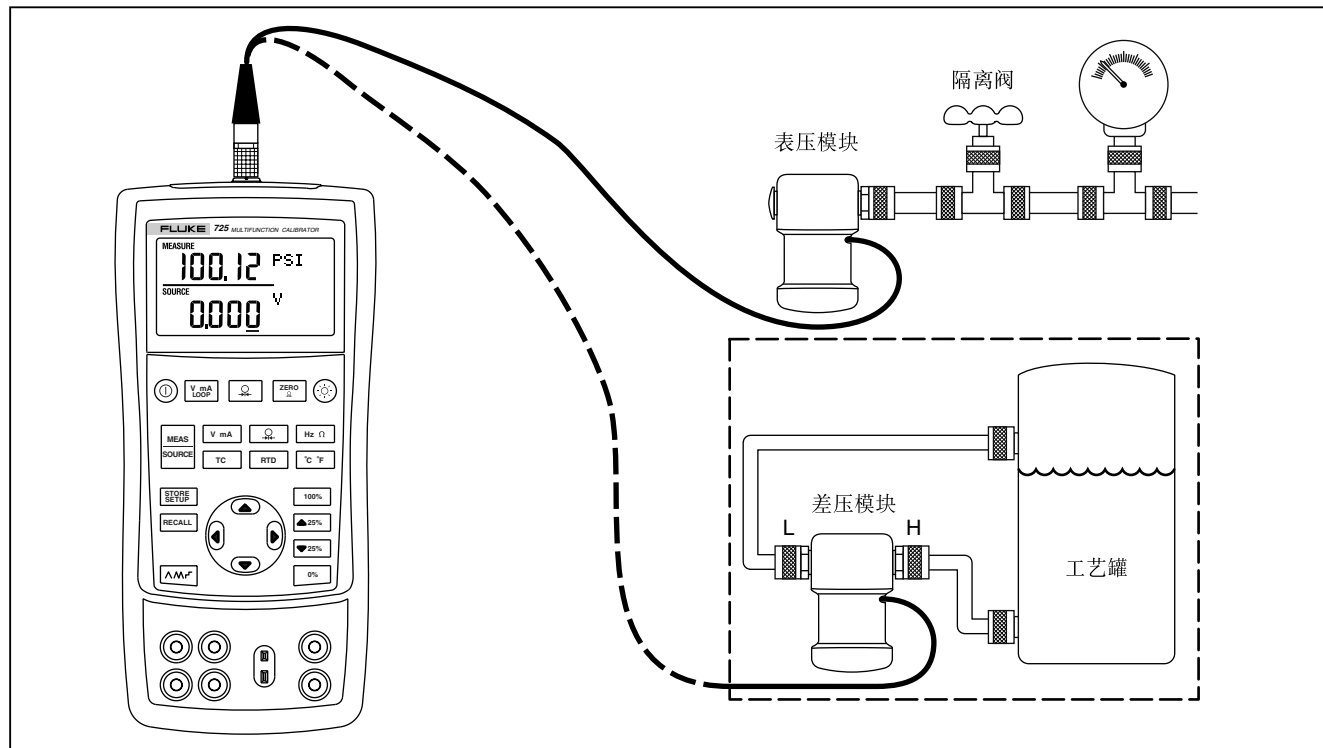

图 13. 测量压力的连接
1. 如图13所示把压力模块和校准仪连接起来。压力模块管接头的螺纹能接受标准的 $\frac{1}{4}$ 英寸NPT 管接头。如果需要，请用本仪表所提供的 $\frac{1}{4}$ NPT 到 $\frac{1}{4}$ ISO 的转接头。